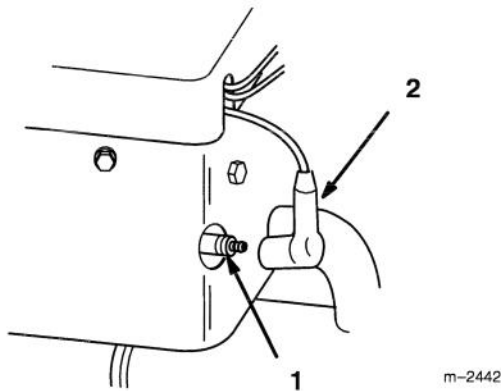

Figure 21
3. Débrancher le(s) fil(s) de la(des) bougies (Fig. 21). Nettoyer tout autour des bougies pour éviter l'introduction de saleté dommageable pour le moteur.
3. Reconnecter les fils des bougies (Fig. 21).